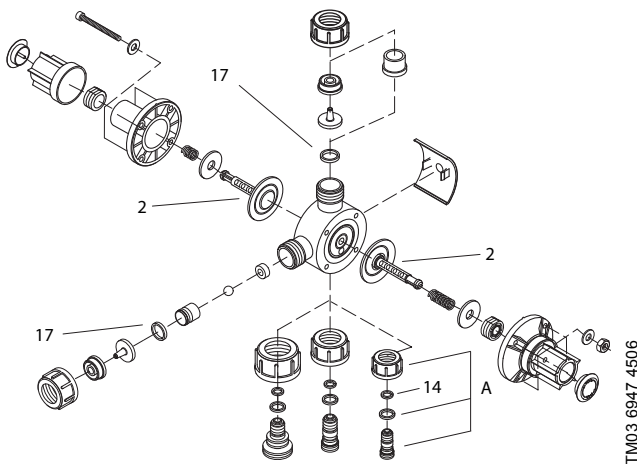

Рис. 43 Многофункциональный клапан, детализовка
3. Ослабьте нижнее винтовое соединение (рис. 43, поз. А) с дозирующей головкой. Дайте раствору диоксида хлора стечь в ведро. Освобождаются штуцерное соединение и накидная гайка.